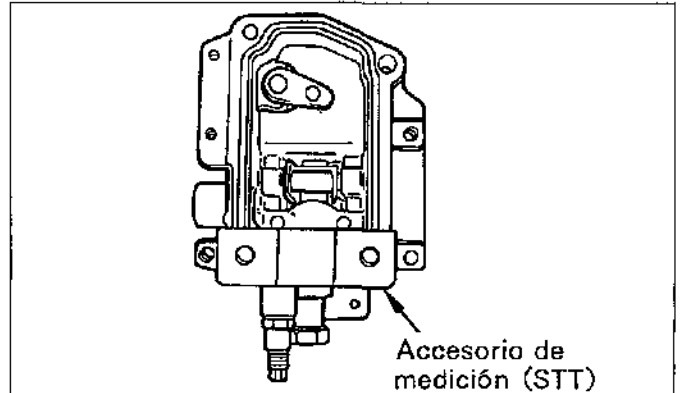

Figura 14-69
2) Coloque el accesorio de medición (STT) en la cubierta del regulador como se muestra en la figura.14-69.